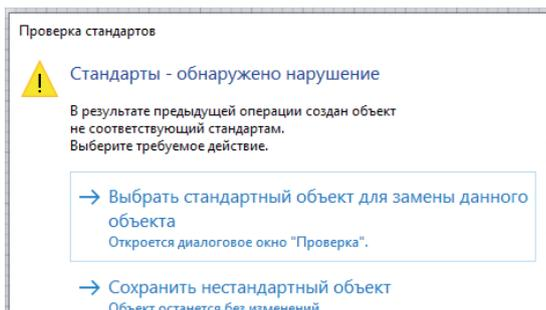

Рис. 13. Предупреждение при нарушениях стандартов
**Предупреждать при нарушениях стандартов.** При выборе этого режима нельзя продолжить работу, пока нестандартный объект не будет исправлен или сохранен (рис. 13).